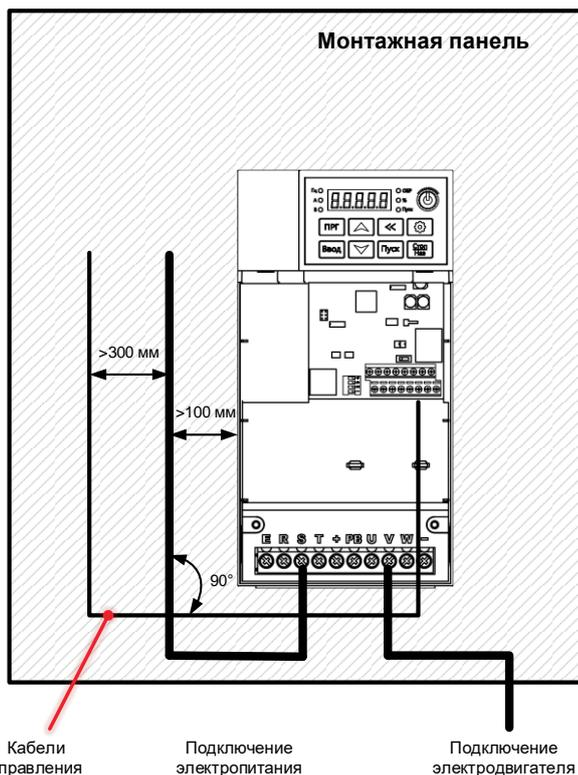

Рисунок 4-4 Схема прокладки силовых и сигнальных кабелей
- Кабели управления по возможности должны прокладываться в отдельном металлическом коробе или на расстоянии не менее 300 мм от силовых кабелей (Рисунок 4-4);